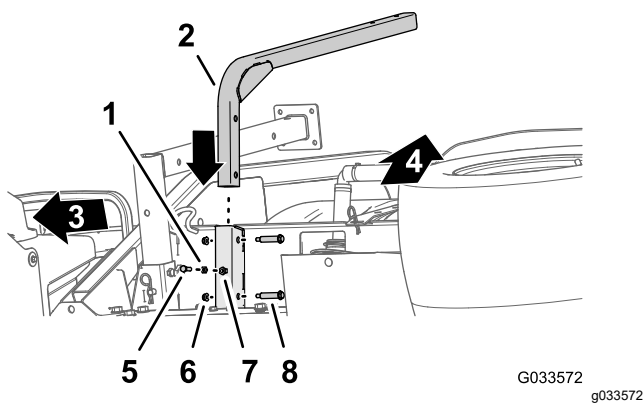

図 46
1. 真水タンク用のサポートチューブをタンクサポート用のチャンネル部材に合わせる図 46。
2. サポートチューブの穴を、チャンネル材の穴に合わせる図 46。
3. チューブをチャンネル材に固定する図 46 ショルダボルト1/2 x 1-15/16" 2本とフランジロックナット5/16" 2個を使用する。
5. ボルト5/16 x 1"にジャムナット5/16"を図 46のように取り付ける。
6. ボルト5/16 x 1"とジャムナットを、タンクサポート用チャンネル材の下部にある溶接ナットに取り付けて、ボルトとジャムナットを手締めする図 46。